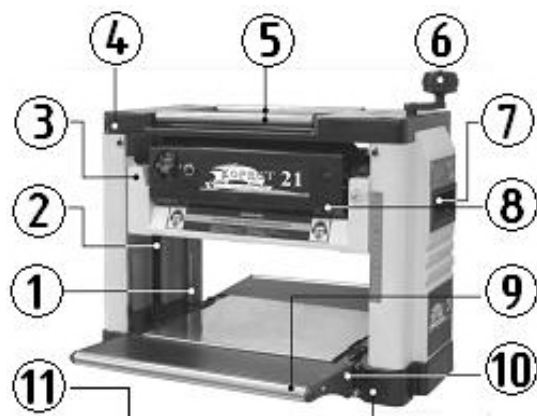

Рис.3
9.2. Электропривод и понижающий редуктор (рис. 3, 4, 4а)
9.5. Рабочий стол, удлинители стола и рабочая платформа (Рис. 3, 5)